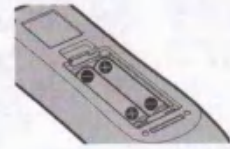

图 2
- 2) 插入电池并关闭盖板。(先插入“+”端。)(图 2)